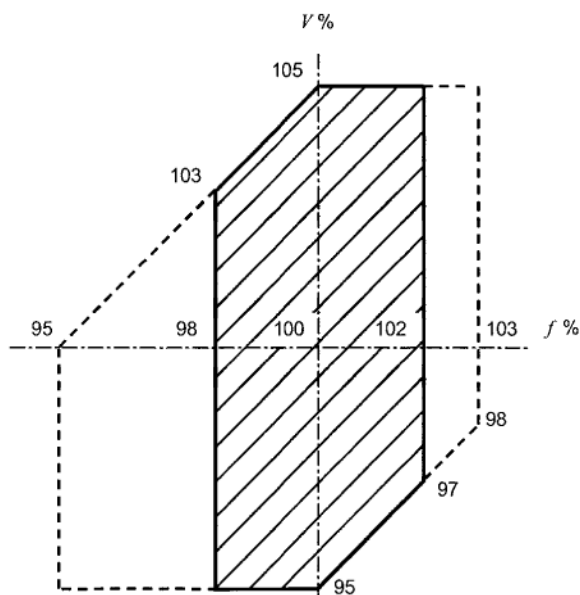

Рисунок 2.1. Пределы изменения напряжения и частоты (IEC60034-3)
- Как определено заштрихованной зоной на Рисунок 2.1, генератор должен в течение длительного времени обеспечивать номинальную мощность, работая с номинальным коэффициентом мощности при отклонениях напряжения $\pm 5\%$ и отклонениях частоты $\pm 2\%$. По мере того, как рабочая точка смещается от номинальных значений частоты и напряжения, постепенно возрастает температура обмоток генератора
- Как определено заштрихованной зоной на Рисунок 2.1, генератор должен в течение длительного времени обеспечивать номинальную мощность, работая с номинальным коэффициентом мощности при отклонениях напряжения $\pm 5\%$ и отклонениях частоты от $+3\%$ до -5% . Однако в данном случае рост температуры будет даже более высоким, чем в предыдущем случае. Таким образом, для того, чтобы сократить отрицательное воздействие температуры на срок службы генератора, выход за пределы заштрихованной зоны по напряжению и частоте должен быть ограниченным. Необходимо уменьшить мощность генератора или предпринять другие корректирующие действия.